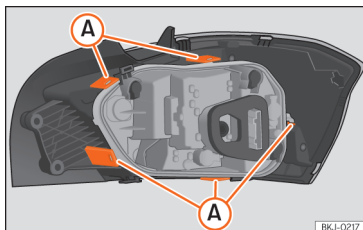

Fig. 165 Linguetas de fixação na parte posterior da unidade de luz traseira.
- Desmonte o porta-lâmpadas desbloqueando as linguetas de fixação »» **Fig. 165 (A)**.